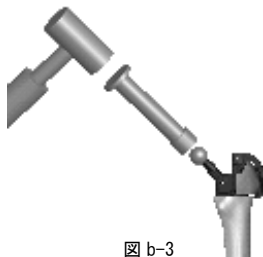

図 b-3
- 3) 骨頭ボールを本製品のテーパ部に装着する(図 b-3)。